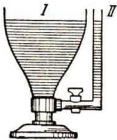

Abb. 116
1. Zwei Gefäße, die unten durch ein Rohr miteinander verbunden sind, heißen kommunizierende oder verbundene Gefäße (Abb. 116). Fülle sie mit einer Flüssigkeit an!